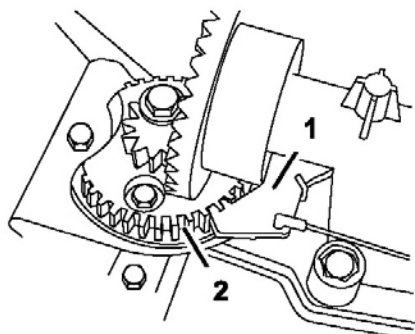

Рисунок 48.
**Уточнение:** Защелка пружинит и свободно двигается в зубцах редуктора (рис. 48).